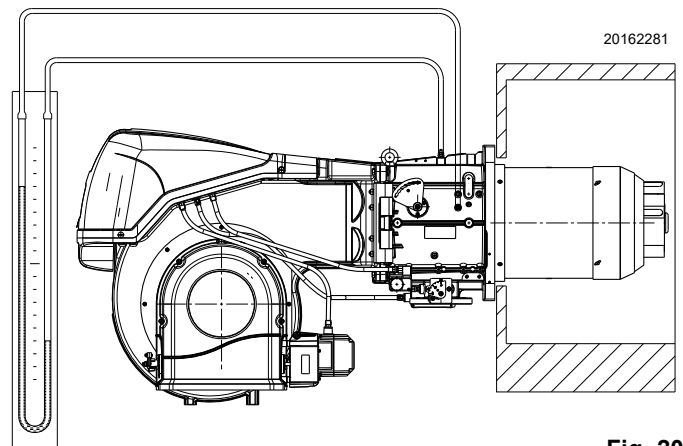

Fig. 20
- Monter un manomètre en U ou un manomètre de type différentiel (Fig. 20), avec prise (+) sur la pression du gaz du manchon et (-) dans la chambre de combustion. Il sert à mesurer approximativement la puissance MAX. du brûleur, à l'aide du Tab. L à la page 22.
L'arrivée de gaz au manchon est mise en évidence sur le manomètre en U (Fig. 20 à la page 25).
À titre d'orientation, on peut le trouver dans le Tab. L à la page 22, il suffit de lire la pression du gaz sur le manomètre en U (illustré sur la Fig. 20 à la page 25) et suivre les indications :